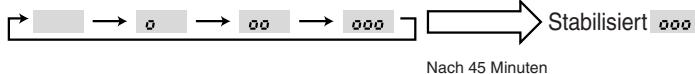

Fig. 8-3
③ Drücken Sie zur Bestätigung der Einstellung die **FILTER** (↔)-Taste. (Fig. 8-3)